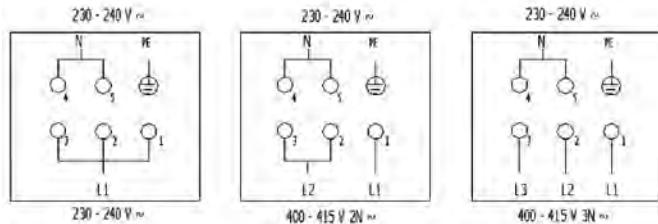

Рисунок 15.
- A) Нажимая на боковые «язычки», поднимите крышку электрического блока (рисунок 15).